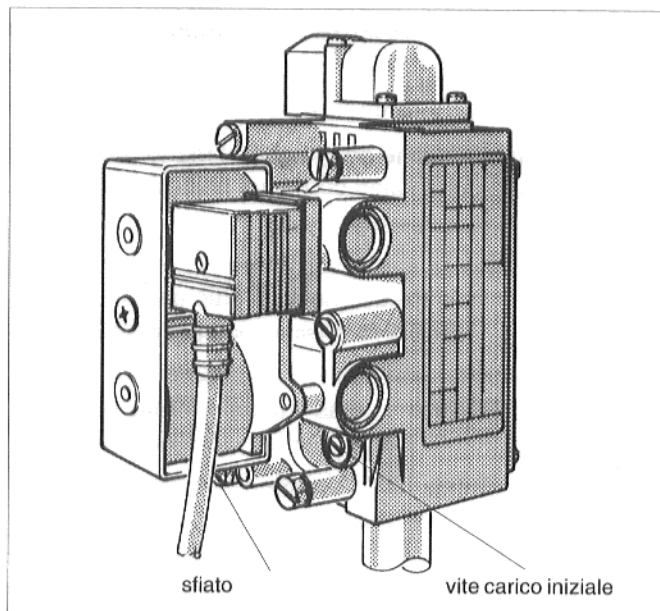

Fig. 50: Apparecchiatura gas "SIT" 830 Tandem
- In caso di "SIT" 830 Tandem: togliere la calotta di copertura sull'apertura di disaerazione (Fig. 50).
- Allentare di due giri la vite di chiusura del nippel di misurazione sul tubo di distribuzione del gas (Fig. 50) ed applicare il tubo di misurazione del manometro a U.
- Posizionare l'interruttore su I (ON).
- Circa 10 secondi dopo l'apertura dell'apparecchio, percepibile tramite un leggero scatto, rilevare la pressione di stadio al manometro ad U e, girando la vite di potenza di avviamento in direzione del più o del meno (Fig. 50 e 51), impostare su